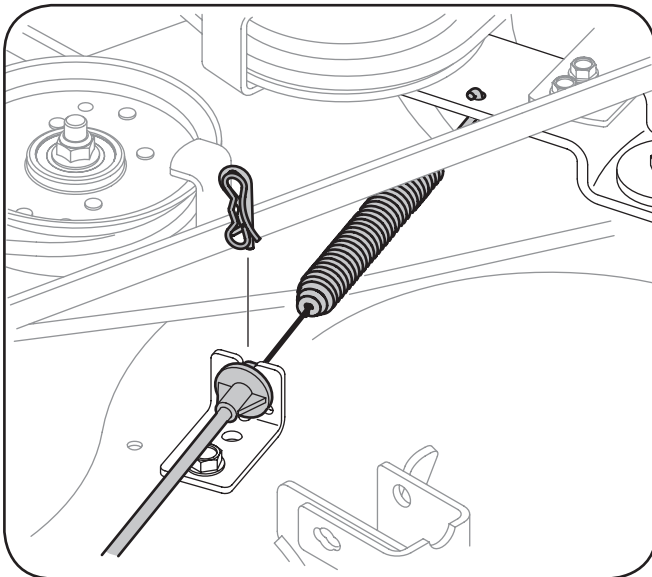

Figure 7-6
9. Écartez le câble de la prise de force de l'arrière du plateau de coupe en retirant la goupille-épingle qui le retient. Retirez le ressort du support de la poulie de tension du plateau de coupe. Voir la Figure 7-6.